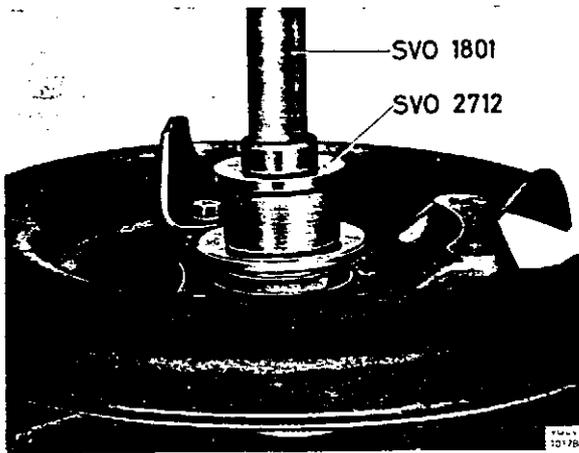

Abb. 23. Einbau des äußeren Dichtringes
10. Neuen Dichtring mit dem Dorn SVO 2712 in den Bremshalter (Stellmutter) eintreiben (Abb. 23). Raum zwischen den Dichtungslippen des Dichtringes mit Fett füllen.